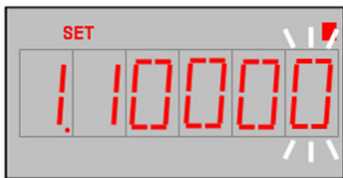

図 5
- ⑤ 「RIGHT KEY ▷」を押すと、点滅位置が右側に移行します。(図 5.参照)